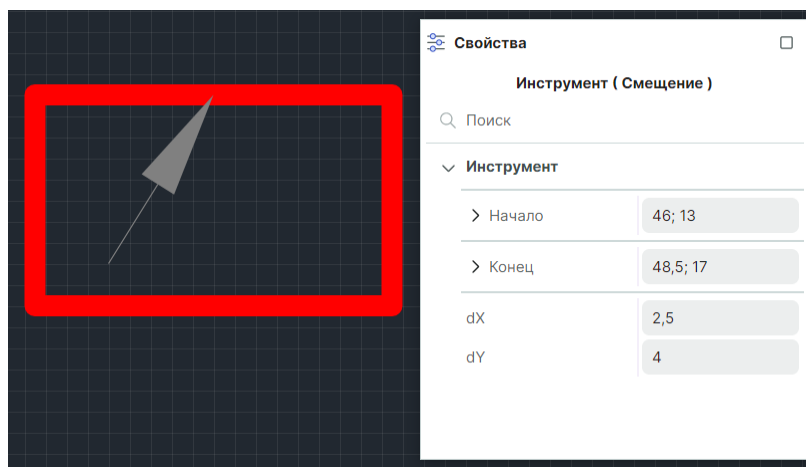

Рис. 536 Выбор точки редактирования для выполнения смещения объекта
3. Выберите точку, от которой будет рассчитываться перенос (смещение объекта), см. Рис. 536.